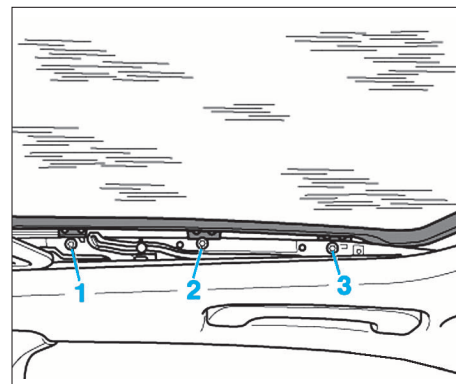

FIG. 94
- Desserrer les vis (1) à (3) de quelques tours (Fig.94).